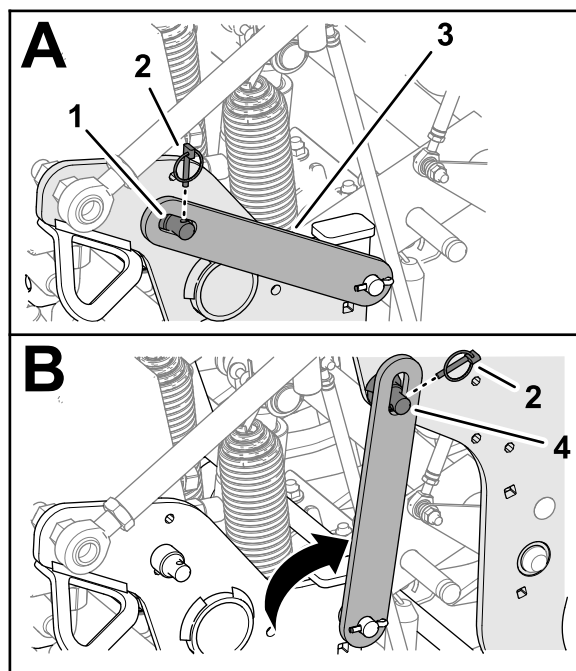

図 102
4. サービスラッチをサイドプレートに固定しているリンチピンを外す 図 102。